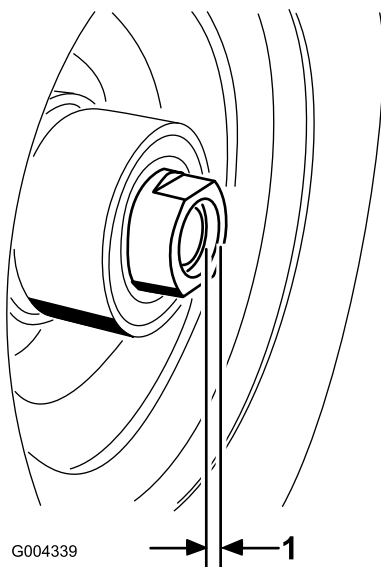

Figure 29
16. Serrez l'écrou-entretoise à 8-9 Nm (75-80 po-lb), puis desserrez-le et resserrez-le à 2-3 Nm (20-25 po-lb). Attention à ne pas faire dépasser l'essieu de l'écrou (Figure 29).